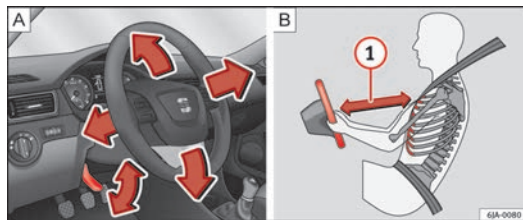

Fig. 101 Volante ajustável: alavanca debaixo da coluna de direcção/distância segura a partir do volante
- Mantenha uma distância mínima de 25 cm entre o volante e o tórax  ⇒ Fig. 101 ⇒ Página 142. Se esta distância mínima não for respeitada, o sistema de airbag não pode realizar a sua função de protecção – ao activar-se, pode representar perigo de morte!
- Puxe a alavanca situada debaixo do volante ⇒ Fig. 101 A.